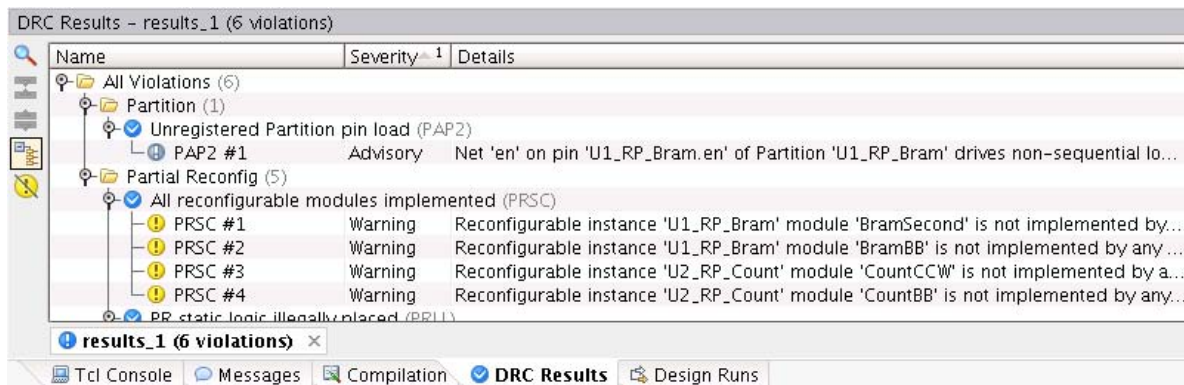

図 19 : [DRC Results] ビュー
3. [DRC Results] ビュー [Details] 列でメッセージを確認します。[Severity] 列に注目してください。Advisory (アドバイザリ)、Warning (警告)、Error (エラー)、Fatal (致命エラー) のいずれかが表示されます。この場合、一番危険度の高いのは Warning です (図 19)。